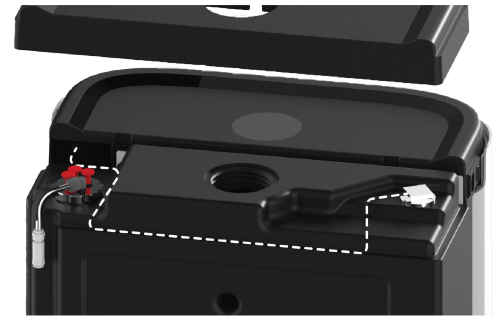

Fig. 1
1. Pour le contrôle du niveau du réservoir (port 12 ; voir page 10), assurez-vous que le capteur de niveau est vissé à la main dans le port supérieur gauche. Faites passer le câble dans la rainure, sous le couvercle du réservoir, autour de la tuyauterie, et vers l'arrière du réservoir afin que la garniture affleure (voir fig. 1 pour le cheminement). Connectez le câble au port du capteur de niveau (port 12 ; voir page 10).